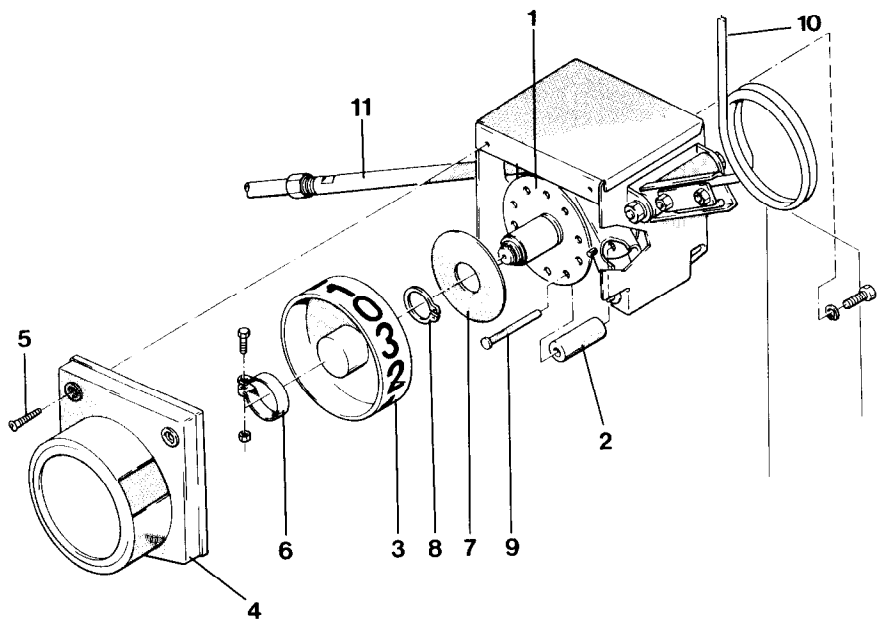

Fig. 78
De verdeelflens (Fig. 78/1) is voor 2-, 3-, 4-en 6-voudige wisselaar gelijk. Wenst men een andere schakelvolgorde dan dienen de schakelrollen (Fig. 78/2) op de verdeelflens (Fig. 78/1) omgestoken of vervangen te worden.
Voor het 5-, 7-, 8- en 9-voudige schakelen dient de bestaande verdeelflens (Fig. 78/1) omgewisseld te worden tegen een flens voor de gewenste schakeling.
Bij elke verandering in schakelvolgorde dient men ook een nieuwe cijferring op het aanwijsrad (Fig. 78/3) aan te brengen.
Het zijn uitsluitend de schakelrollen (Fig. 78/2) die men moet omstellen of vervangen. Dit is uitvoerbaar terwijl de schakelkast aan de machine blijft.
- Het afschermdeksel (Fig. 78/4), na het losdraaien van de twee plaatschroeven (Fig. 78/5), afnemen.
- De klem (Fig. 78/6) losdraaien en samen met de cijferschijf aftrekken.
- De opsluitring (Fig. 78/7), na het verwijderen van de borgring $24 \times 1,2$ (Fig. 78/8) afnemen.
- De vrijkomende schakelrollen (Fig. 78/2) kunnen nu volgens Fig. 79 worden omgewisseld, nadat de pennen (Fig. 78/9) eruit zijn getrokken.
- Opsluitring (Fig. 78/7) en borgring (Fig. 78/8) monteren.